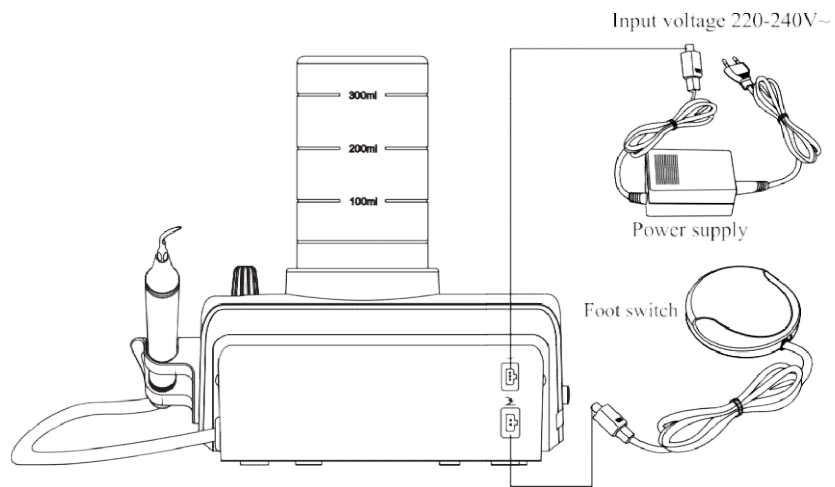

Abbildung 3
c) Stecken Sie den Stecker des Fußschalters in die Steckdose (siehe Abbildung 3).